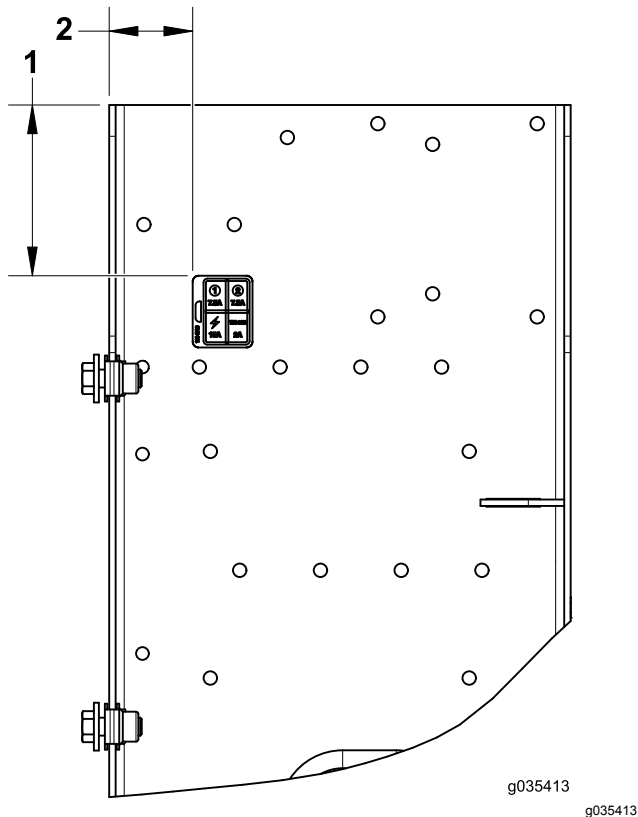

Bild 10
2. Bringen Sie den Sicherungsaufkleber an der Stelle an, die in (Bild 10) abgebildet ist.